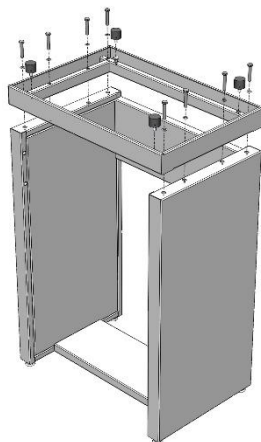

Рис. 2. Установка верхней рамы каркаса СВ
- Установить на боковины верхнюю раму каркаса СВ, используя болты М8х45, шайбы-гроверы 8 и предусмотренные заклёпки-гайки М8 (Рис. 2).
- Установить в верхнюю раму виброопоры (Рис. 2).